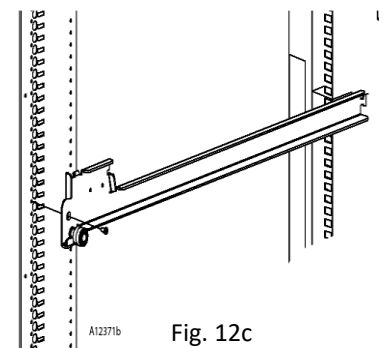

Fig. 12c
2. Extraiga completamente la bandeja, si un sistema de riel de canal se inclina hacia arriba y levanta la rampa de "liberación", luego levante la bandeja del riel. Si un sistema de riel plano levanta la bandeja en la parte delantera para liberar y levantar la parte posterior de la bandeja - Fig. 12c